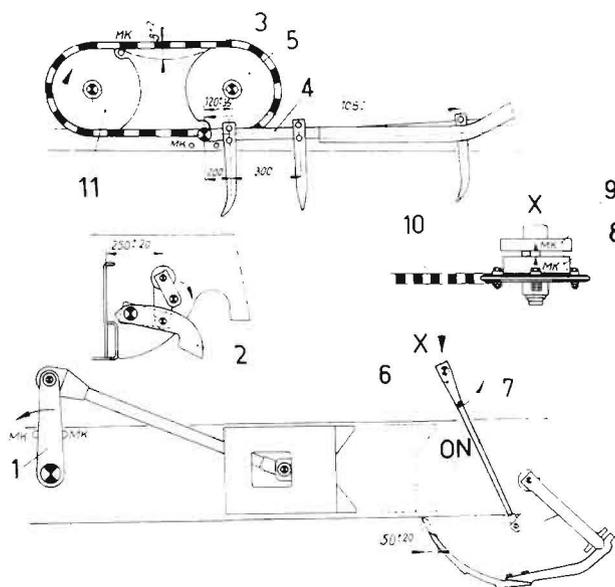

Bild 15
Die Zuordnung aller Arbeitsorgane ist im Bild 15 dargestellt. Der Kurbelarm (1) ist zwischen die Markierungen (MK) zu stellen. Werden die Einstellwerte nach Bild 15 nicht erreicht, ist wie folgt zu verfahren.
- Zur Kontrolle der richtigen Zuordnung zum Preßkolben ist die Schaltung von Hand durch Ziehen des Schaltbügels nach oben die Schwungscheibe so lange zu drehen, bis die Nadelspitzen mit den Oberkanten der Nadelschlitz (ON) am Kanalboden einander vergleichen. In dieser Lage der Nadeln müssen die vorderen Stoßbecken des Preßkolbens die Nadeln 50 ± 20 mm, gemessen an der Oberkante Nadelschlitz (ON), überfahren haben. Nach längerer Betriebsdauer dehnen sich die Ketten und es macht sich eine erneute Überprüfung der Zuordnung erforderlich (Bild 15).
- Überprüfung der Zuordnung zwischen den einzelnen Arbeitsorganen (Bild 15)